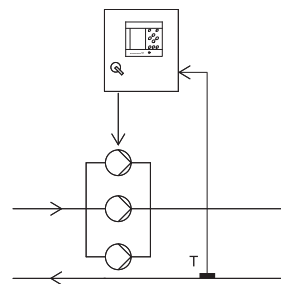

Рис. 22 Температура в обратном трубопроводе
- Температура в обратном трубопроводе с одним датчиком, см. рис. 22.